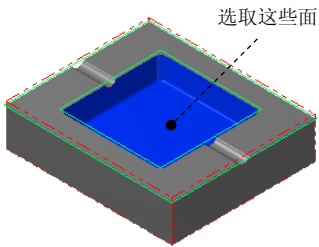

图 11.36 选取加工面
(1) 在图形区中选取图 11.36 所示的曲面（共 33 个），然后按 Enter 键，系统弹出“刀具路径的曲面选取”对话框。